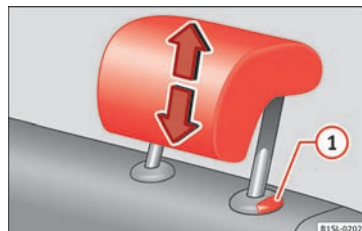

Fig. 54 Afmontering af hovedstøtte bagi
- Træk hovedstøtten helt ud, mens du trykker på knappen » **Fig. 54** ①.